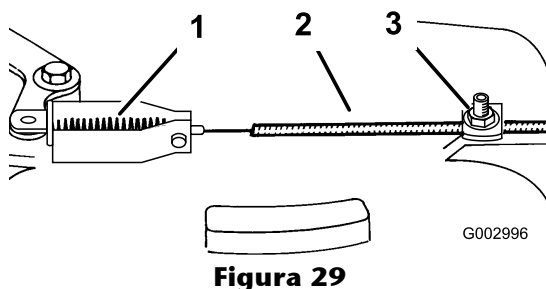

Figura 29
3. Afloje el tornillo de la abrazadera hasta que se deslice el conducto del cable del freno (Figura 29).